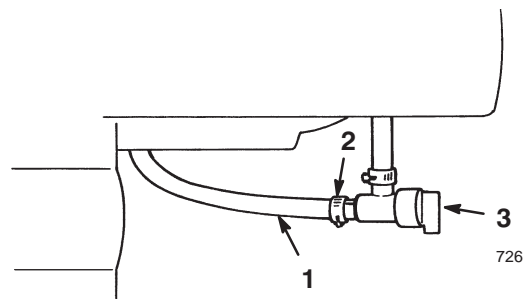

Figure 22
- **Robinet d'essence** (Fig. 22)—Fermez le robinet en le tournant dans le sens des aiguilles d'une montre et ouvrez-le en le tournant dans le sens contraire des aiguilles d'une montre. Fermez le robinet lorsque vous n'utilisez pas la déneigeuse.
4. Ouvrez le robinet d'essence situé au-dessous du réservoir de carburant (Fig. 22).
5. Fermez le robinet d'essence (Fig. 22).